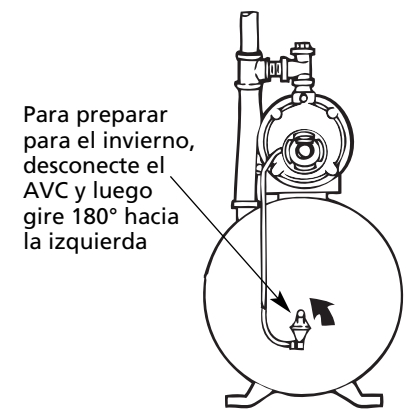

Figura 13 – Preparación de Tanque Normal para el Invierno
2. Desconecte la tubería de control de volumen de aire (AVC) y gire el AVC 180° hacia la izquierda. Toda agua en el AVC drenará y se depositará en el tanque (véase la Figura 13).